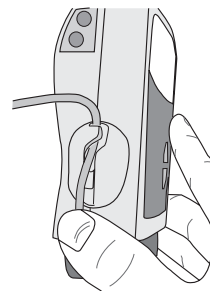

図2
- ・親指でセンサ下側のチューブを押さえ、チューブを溝に沿って滑らせながら引っ掛けます（図2）。